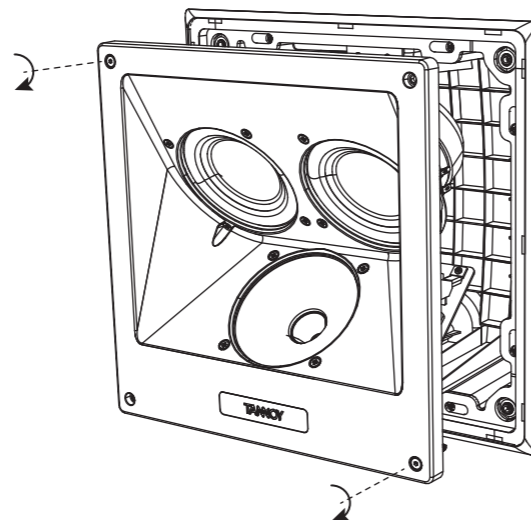

Fig. 20. Install the loudspeaker
3. Installare l'altoparlante nella scatola posteriore e fissarlo in posizione con le viti (Fig.20).